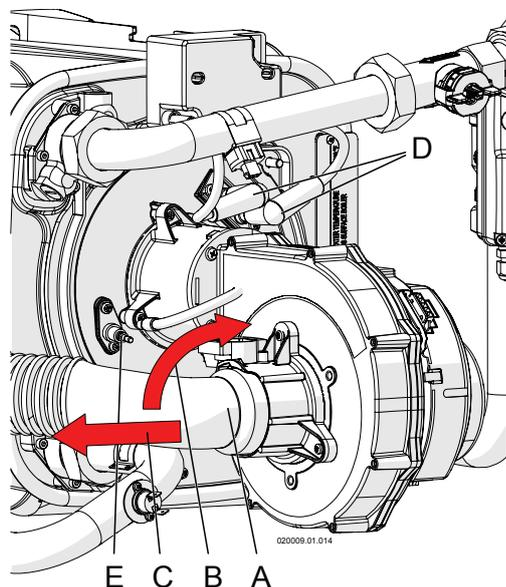

Figura 8-2
- 3.- scollegare i cavi "D" dagli elettrodi di accensione (Figura 8-2);
- 6.- smontare il collettore aria "A" di Figura 8-2 ruotandolo in senso orario e poi estraendolo verso sinistra;